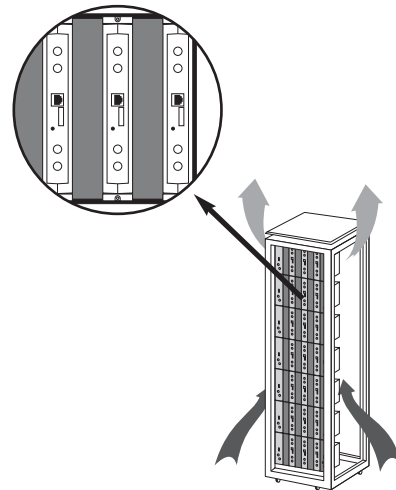

fig. 41
Para la instalación de las unidades en racks sin ventilación, cuando el rack se encuentra en lugares con temperatura ambiente alrededor de los 40°C, se recomienda colocar el Rack completamente abierto, es decir, prescindiendo de sus puertas laterales para favorecer la ventilación de las unidades y siendo opcional la colocación de las carátulas ciegas ref. 5073, fig. 41.